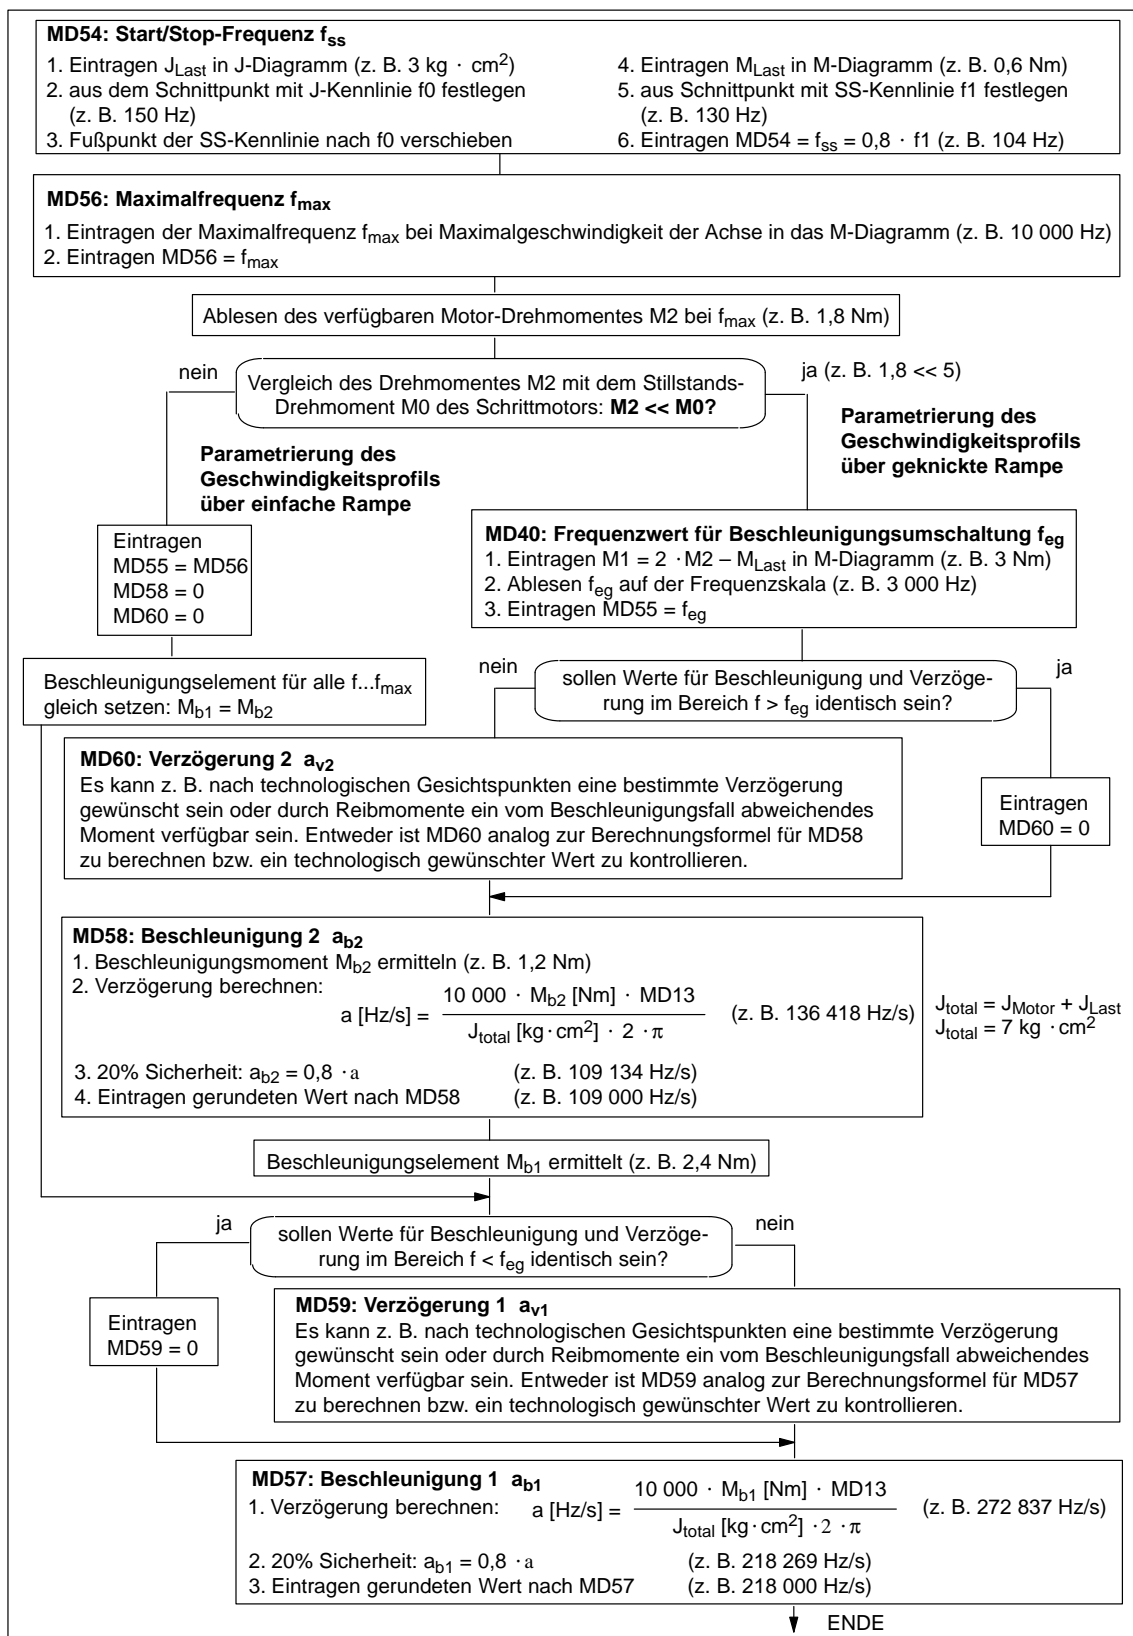

Bild 7-6 Auswertung der Betriebskennlinien
- wählen Sie dabei im Auswertalgorithmus (Bild 7-6) den Pfad "Parametrierung des Geschwindigkeitsprofils über einfache Rampe"
Im Ablauf der Auswertung dieser beispielhaften Betriebskennlinie nach dem Algorithmus laut Bild 7-6, ermitteln Sie folgende Maschinendaten: